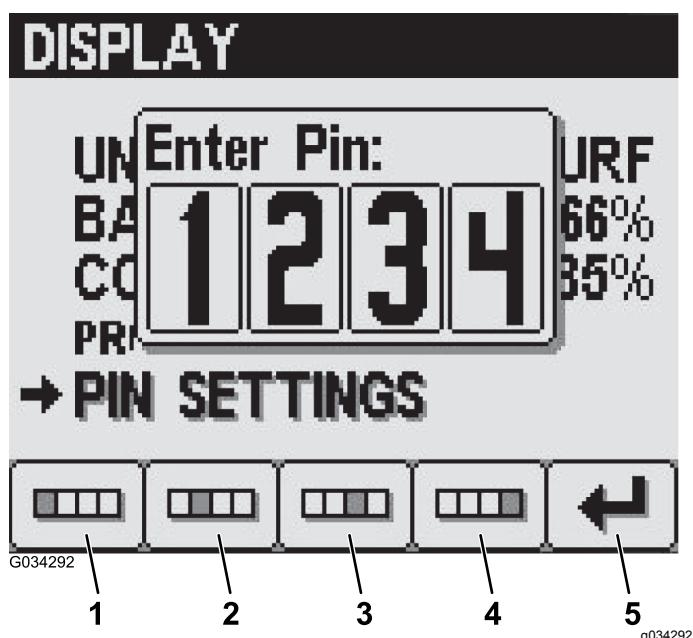

Figura 25
2. Ingrese su PIN usando los botones 1 a 4 y pulse el botón 5 cuando haya completado el PIN (Figura 25).
4. Ingrese su PIN anterior usando los botones 1 a 4 y pulse el botón 5 cuando haya completado el PIN (Figura 25).